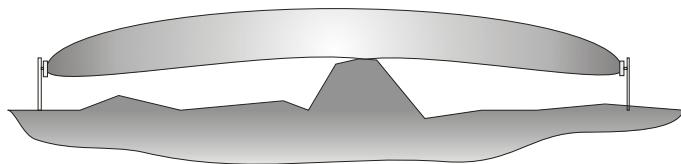

Рис. 10.1
10.1.1 Участок между БПРД и БПРМ изделия должно удовлетворять следующим требованиям: а) поверхность участка должна быть выровнена с точностью $\pm 0,3$ м на отрезке рубежа, где ЗО соприкасается с поверхностью земли. При больших положительных отклонениях верхние кромки препятствий могут образовывать достаточно мощные вторичные источники радиоволн или вообще экранировать БПРМ от БПРД. При ослаблении сигнала уменьшается соотношение сигнал/помеха, что может приводить к снижению периода ложных тревог. На рис. 10.1 показан случай, когда высота препятствия достигает высоты условной осевой линии, проведенной через центры БПРД и БПРМ. ЗО искажается, и образуются возможности для ее бесконтрольного пересечения в положении «согнувшись», да и любые изменения на верхней поверхности (кромке) препятствия сильно изменяют амплитуду полезного сигнала (изменяются свойства поверхности и вторичного источника излучения).